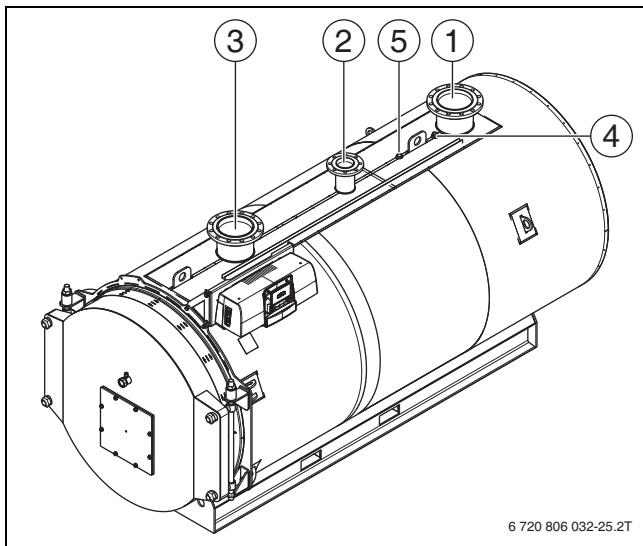

Рис. 17 Котёл Logano 1040 - 1850 кВт (слева = передняя сторона котла)
- Подсоедините обратную линию системы отопления к месту её подключения на котле (→ рис. 16 и рис. 17, стр. 21, [3]).
- Подсоедините подающую линию системы отопления к месту её подключения на отопительном котле (→ рис. 16 и рис. 17, [1]).
- Закрепите предохранительный клапан четырьмя винтами на подключении подающей предохранительной линии VSL (→ рис. 16 и рис. 17, [2]).